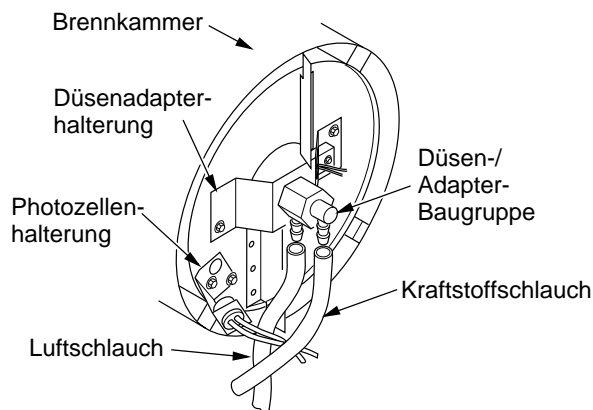
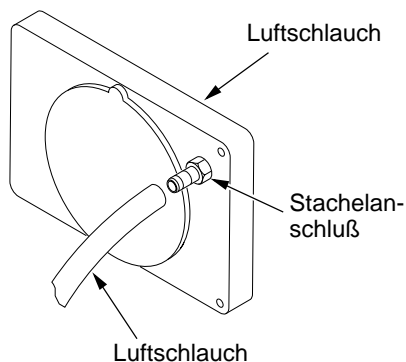

Abbildung 17 - Austauschen der Kraftstoff- und Luftleitungen (nur Modell GK20)
Abbildung 21 - Luftschlauch an Stachelanschluß
14. Die Photozelle in der Photozellenhalterung montieren. Die Kabel wie in Abb. 17 oder 18 auf Seite 11 dargestellt verlegen.
3. Den Kraftstoff- und Luftschauch von der Düsenbaugruppe entfernen (siehe Abb. 17 oder 18).
4. Die Kraftstoff- und Luftschläuche auf Risse und/oder Löcher überprüfen. Wenn der Kraftstoffschlauch beschädigt ist, muß dieser vom Düsenadapter (siehe Abb. 17 oder 18) und Kraftstofffilter (siehe Seite 8) abgetrennt werden. Wenn der Luftschlauch beschädigt ist, muß dieser vom Düsenadapter (siehe Abb. 17 oder 18) und Stachelanschluß am Pumpendeckel (siehe Abb. 21) abgetrennt werden.
5. Einen neuen Luft- und/oder Kraftstoffschlauch montieren. Ein Ende des Luftschauchs am Stachelanschluß des Pumpendeckels (siehe Abb. 21), das andere Ende am Düsenadapter befestigen (siehe Abb. 17 oder 18). Ein Ende des Kraftstoffschlauchs am Kraftstofffilter (siehe Seite 8) und das andere Ende am Düsenadapter (siehe Abb. 17 oder 18) montieren.
Bei den Heizgerätmodell GK20 müssen die Luft- und Kraftstoffschläuche wie in Abb. 17 dargestellt verlegt werden.